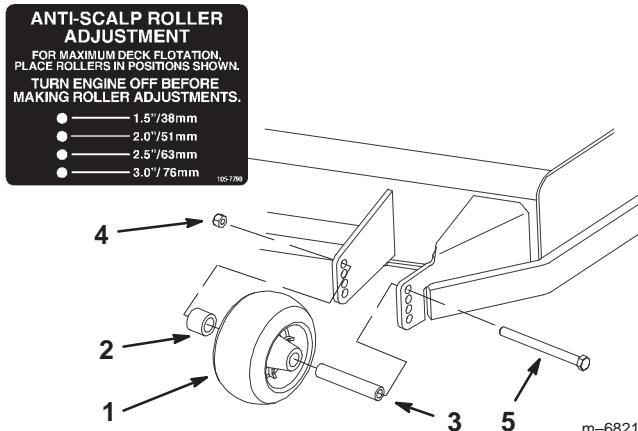

Figure 18
- Après avoir réglé la hauteur de coupe, réglez les rouleaux en retirant l'écrou à collet, la bague, l'entretoise et le boulon (Fig. 18).
- Choisissez le trou pour que le galet de protection se trouve le plus près possible de la hauteur de coupe correspondante voulue (Fig. 18).
- Posez l'écrou à collet, la bague, l'entretoise et le boulon. Serrez-les à 54–61 Nm (40–45 pieds-livre) (Fig. 18).